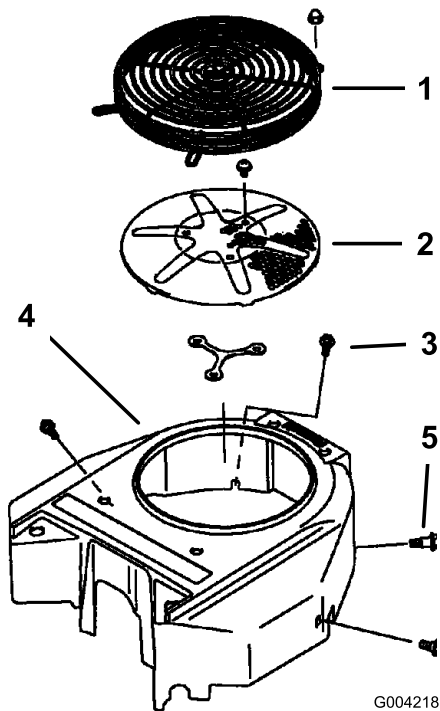

Figure 77
Avant chaque utilisation, enlevez l'herbe, les saletés et autres débris éventuellement accumulés sur la grille du moteur. Cela permet d'assurer un refroidissement, un régime moteur corrects, et réduit les risques de surchauffe et de dommages mécaniques du moteur (Figure 77).
3. Déposez la grille d'entrée d'air, le lanceur et le carter du ventilateur (Figure 77).
5. Remettez la grille d'entrée d'air du moteur, le lanceur et le carter du ventilateur (Figure 77).